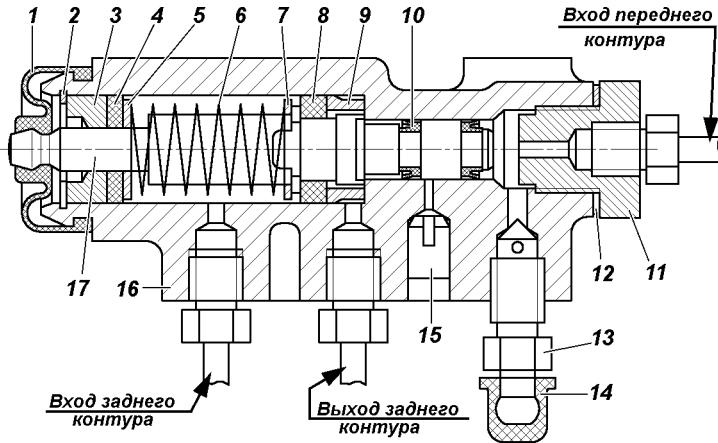
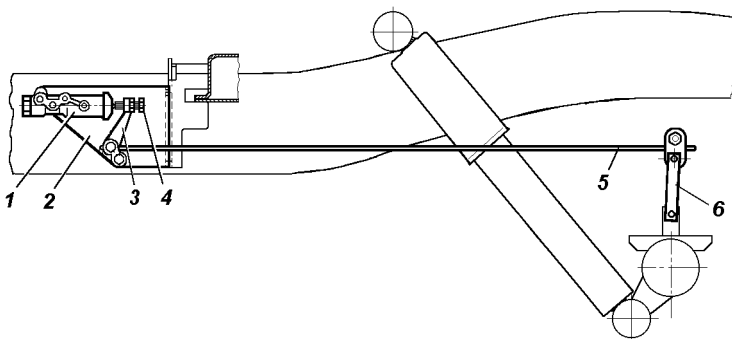

Рис. 9.58. Регулятор давления:
Рис. 9.59. Привод регулятора давления:
Регулятор давления (рис. 9.58). При обслуживании проверяйте работоспособность регулятора давления. Очищайте регулятор от грязи и проверяйте надежность его крепления. Внешним осмотром убедитесь, что регулятор и детали его привода не имеют повреждений, отсутствуют подтекания тормозной жидкости и люфты в соединении стойки с упругим рычагом и кронштейном на заднем мосту.
Обращайте внимание при осмотрах гидропривода на расположение контрольной заглушки 15 (см. рис. 9.58) и отсутствие подтекания из-под нее тормозной жидкости. В нормальном состоянии заглушка должна быть утоплена в отверстие корпуса регулятора до упора. При выступании заглушки из отверстия и подтекании тормозной жидкости регулятор подлежит ремонту или замене.
В процессе эксплуатации и при замене задних рессор необходимо регулировать усилие упругого рычага 5 (рис. 9.59) на поршень регулятора. Регулировку производить в следующей последовательности:
3. Завернуть болт 4 (см. рис. 9.59) до соприкосновения его с хвостовиком поршня 17 (см. рис. 9.58) регулятора, довернуть болт на 2/3 оборота (4 грани головки болта) и затянуть контргайку.
5. Проверить правильность регулировки при движении автомобиля. Для этого, двигаясь по прямому горизонтальному участку дороги с сухим асфальтовым покрытием, затормозить автомобиль до блокировки колес. При исправном регуляторе и правильно выполненной регулировке привода должно быть некоторое опережение блокировки передних колес относительно задних. В случае опережающей блокировки задних колес дополнительно отвернуть болт 4 (см. рис. 9.59) на 1-2 грани головки болта и повторить проверку при движении автомобиля.